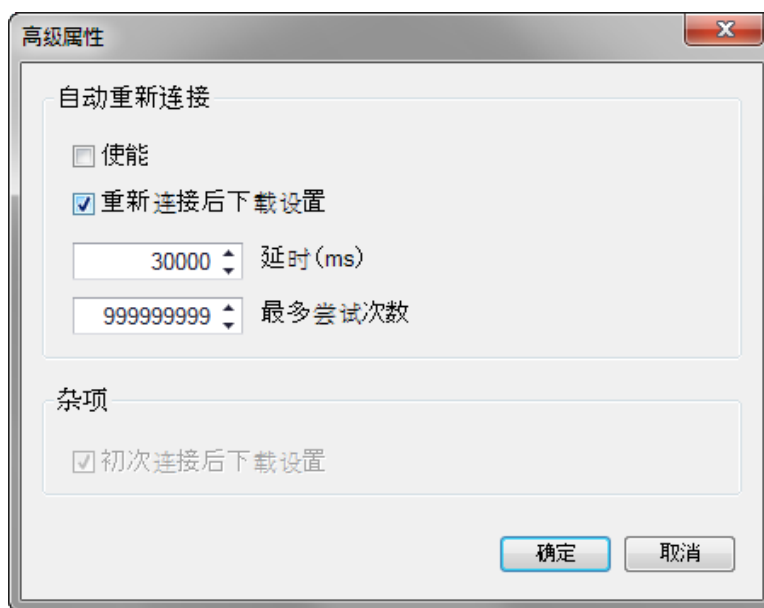

图 21-10. 高级特性、自动重接
- 通过“高级”按钮显示如下窗口。它包含了启用自动重新连接、两次重试之间的延迟（毫秒）以及尝试的最大数量的选项。（图 21-10）